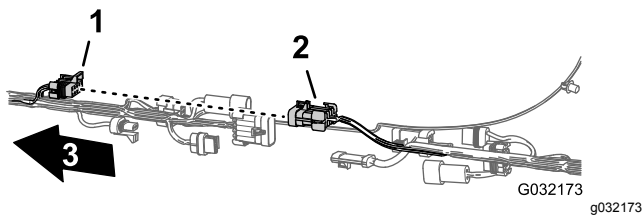
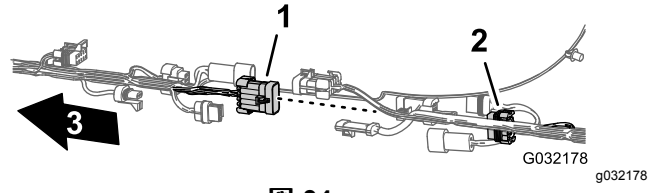

図 29
図 34
2. 図 29 図 34 に示すように、前後のワイヤハーネスを接続している6組のコネクタの接続を外す。